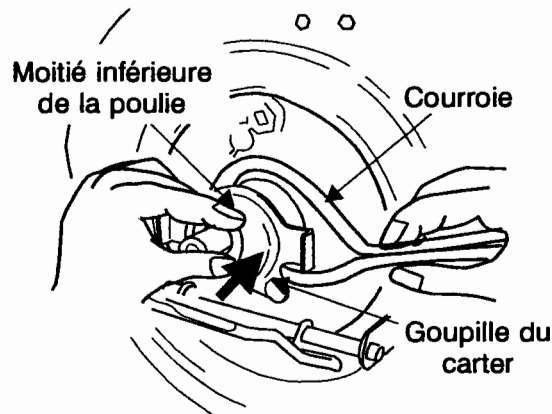

Figure 26
20. Pliez la courroie pour qu'elle ne pénètre pas dans la gorge de la poulie, puis poussez la poulie inférieure vers le moteur. Voir la figure 26.